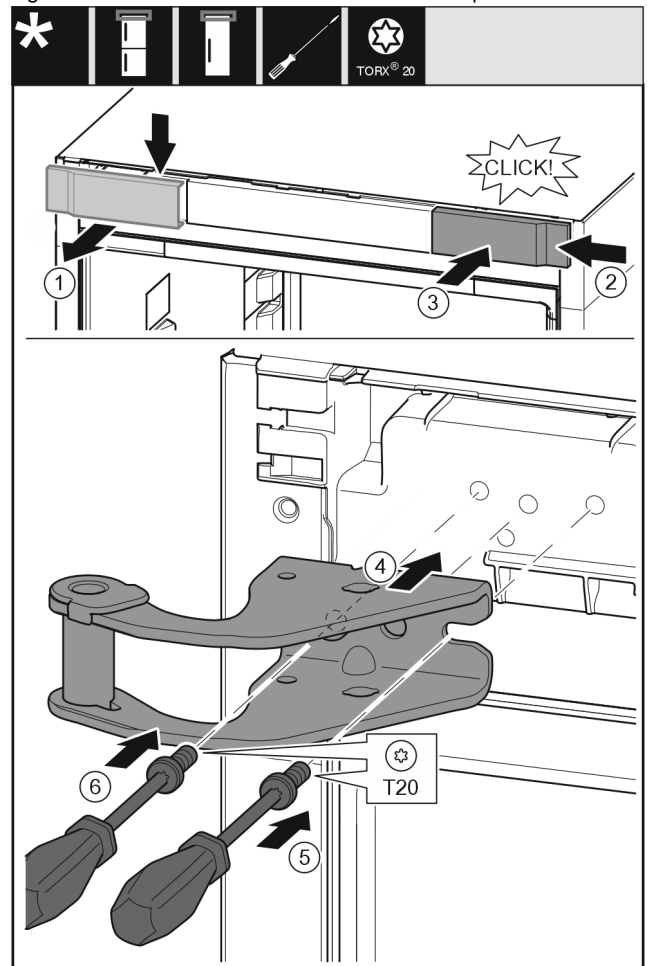

Fig. 9
- ▶ Hiqni kapakun mbulues nga lart duke e tërhequr përpara. Fig. 9 (1)
- ▶ Futni kapakun të rotulluar me 180°, në anën tjetër nga e djathta. Fig. 9 (2)
- ▶ Mbërtheni në vend kapakun mbulues. Fig. 9 (3)
- ▶ Vendosni bazamentin mbështetës të sipërm. Fig. 9 (4)
- ▶ Vendosi vidën me një kaçavidë T20 dhe shtrëngojeni fort. Fig. 9 (5)
- Futni në vend vidën me një kaçavidë T20 dhe shtrëngojeni fort. *Fig. 9 (6)*